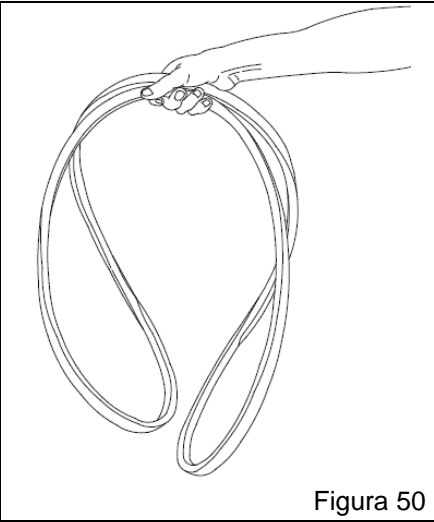

Figura 50
- e) Deixe as duas pontas para baixo segurando a correia ao meio (Figura 50);
- g) Gire a correia até que a mesma se encaixe no canal da polia "E" (Figura 50);